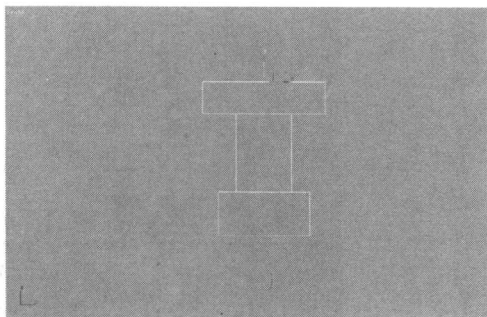

图 1-2-17 挤出后效果
(8) 再次切换为  【多边形】编辑模式，使用  命令对选择的面进行挤出。如图 1-2-17 所示。